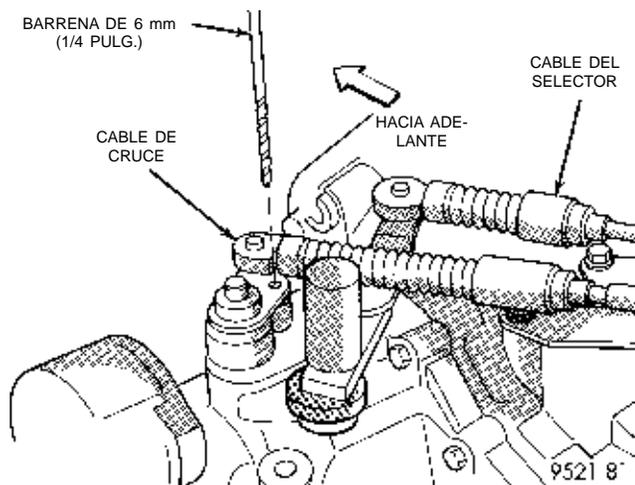

Fig. 140 Procedimiento de bloqueo de la palanca de cruce
- (3) Bloquee la palanca de cruce del transeje en la posición de punto muerto de 3-4 mediante una barrena de 6 mm (1/4 pulg.). Alinee el orificio de la palanca de cruce con el tope de la caja del transeje (Fig. 140). Asegúrese de que la barrena entra en la caja del transeje al menos unos 13 mm (1/2 pulg.).